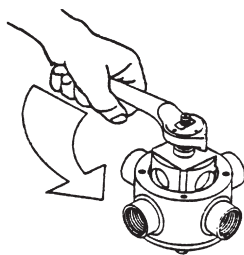

Рис. 5.9D
4. Единым блоком извлечь ротор и четыре уплотнения из корпуса. **ВАЖНО:** Из-за малых допусков необходимо соблюдать осторожность при снятии ротора с его осей во избежание повреждения ротора и корпуса. Вращение рукоятки с одновременным подъемом поможет снять ротор, как это показано на рис. 5.9D.